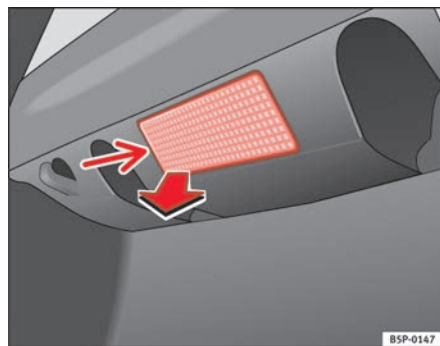

Fig. 160 Luz do porta-bagagens
- Extraia a tulipa pressionando o rebordo da parte interior da mesma - seta - com a ajuda da ponta de uma chave de fendas ⇒ fig. 160.